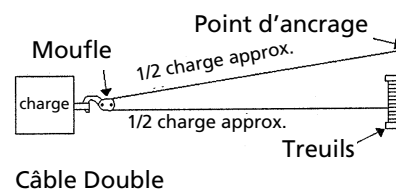

Figure 4
2. IL EST RECOMMANDÉ, POUR LES CHARGES LES PLUS IMPORTANTES, D'UTILISER UN ENSEMBLE MOUFLE / CROCHET POUR DÉDOUBLER LE CÂBLE MÉTALLIQUE (voir Figure 4). Cela réduit de moitié environ la charge exercée sur le treuil et l'effort auquel est soumis le câble métallique. Ne raccrochez pas au treuil. Raccrochez toujours le crochet à un point suffisamment solide pour supporter la charge.